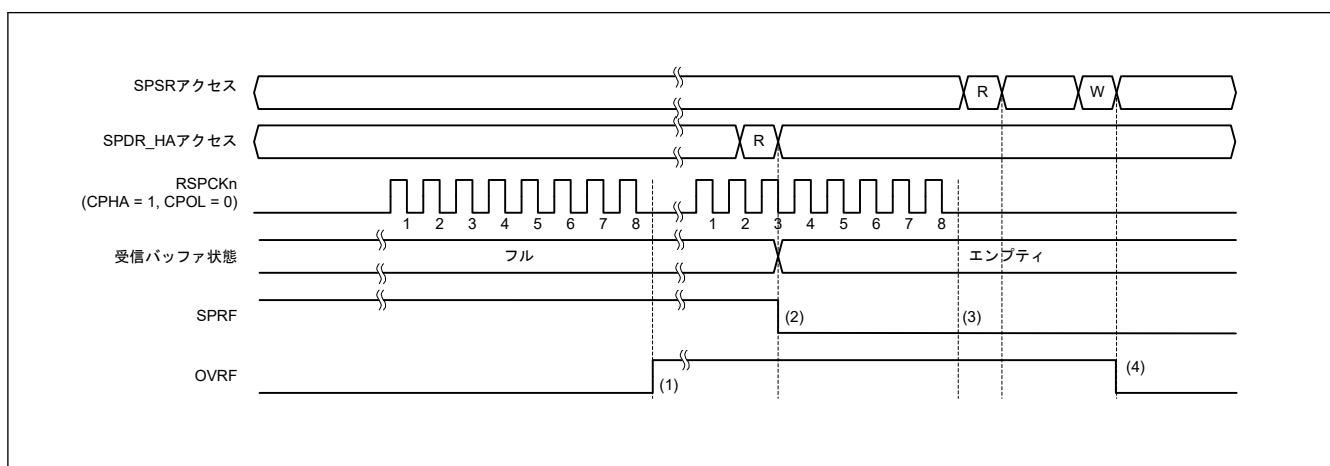

図 26.27 OVRF フラグおよび SPRF フラグの動作例
図 26.27 に OVRF フラグと SPRF フラグの動作例を示します。図 26.27 に示す SPSR アクセスと SPDR_HA アクセスは、それぞれ SPSR レジスタと SPDR_HA レジスタへのアクセス条件を示します。W は書き込みサイクル、R は読み出しサイクルを示します。この例では、SPCMD0.CPHA ビットが 1、SPCMD0.CPOL ビットが 0 の設定で、SPI が 8 ビットのシリアル転送を実行しています。RSPCK_n 波形の下に記載した数字は RSPCK サイクル数 (= 転送ビット数) を示しています。
以下に、図 26.27 の (1)～(4) に示したタイミングでのフラグの動作内容を説明します。